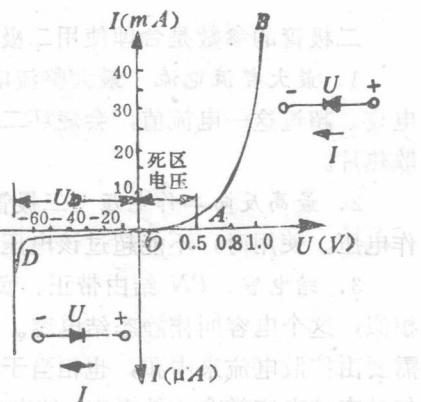

图 15-4 晶体二极管的伏安特性曲线
1. 正向特性 二极管的特性曲线如图15-4所示。坐标中第一象限内的曲线为正向特性曲线。当正向电压较小( $<0.5V$ )时，外电场还不足以克服自建电场对多子扩散运动所造成的阻力，二极管呈现很大的电阻，正向电流很小，如图15-4中OA段，这一段范围叫作死区，相应的电压叫作死区电压。硅二极管的死区电压一般在0.5V左右，锗二极管一般略低于0.2V。当外加电压大于死区电压后，自建电场被大大削弱，二极管内阻变小，电流随电压的增大而迅速上升，如图15-4中AB段，这就是二极管的正常工作区。在正常工作时的硅管压降通常为0.6~0.7V，锗管压降为0.2~0.3V。
2. 反向特性 第三象限内的曲线是反向特性曲线。在外加反向电压时，反向电流很小。反向电压增加而反向电流几乎不变，如图15-4中OD段所示。这是因为反向电流由少子形成，而少子的数量又很小所致。在这种情况下的电流又叫作反向饱和电流。反向饱和电流既然由少子形成，当然对温度的变化就很敏感，温度升高时，反向饱和电流明显增大。